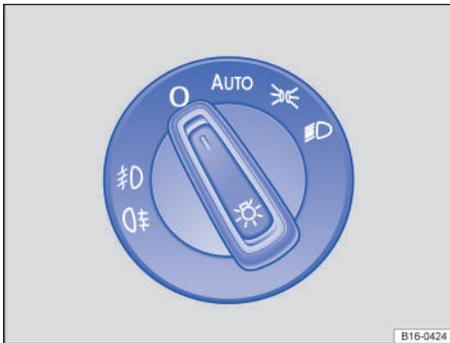

Fig. 71 Junto al volante: mando de las luces (una variante).
2. Gire el mando de las luces a la posición correspondiente → fig. 71: